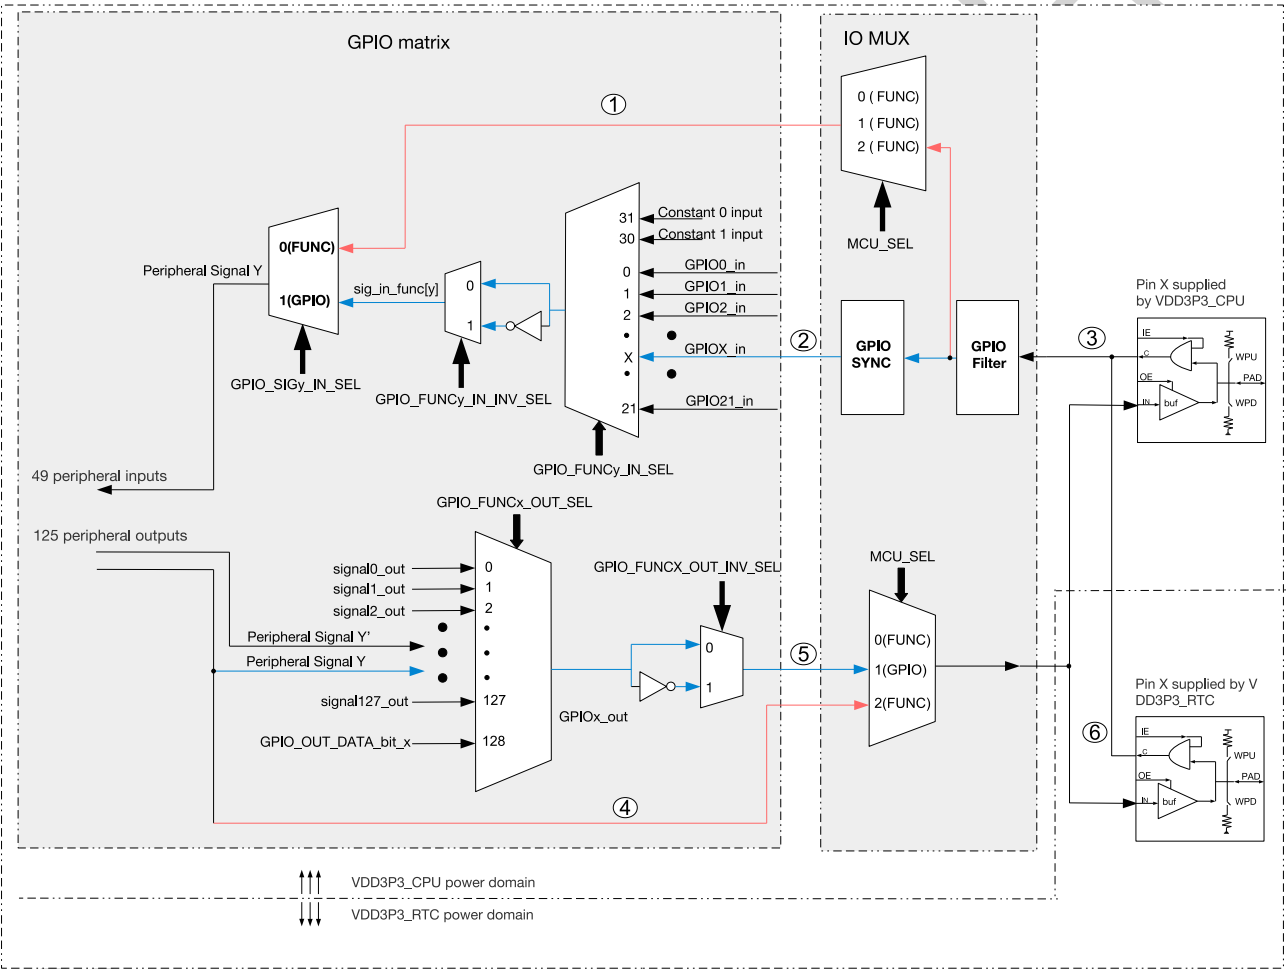

图 4-2. IO MUX 和 GPIO 交换矩阵框图（详图）
- 图 4-2 详细展示了 IO MUX 和 GPIO 交换矩阵将信号引入外设和引出至管脚的具体过程；
如图 4-2 所示，对于信号输入，外部输入信号从 GPIO 管脚输入，经 GPIO SYNC 模块同步至 APB 总线时钟后进入 GPIO 交换矩阵。外部输入信号也可以通过 IO MUX 直接进入外设，但信号无法经由 GPIO SYNC 模块同步。
如图 4-2 所示，对于信号输出，125 个输出信号 (0 ~ 59, 63 ~ 127) 中的某一个信号通过 GPIO 交换矩阵到达 IO MUX，然后连接到某个 GPIO 管脚。